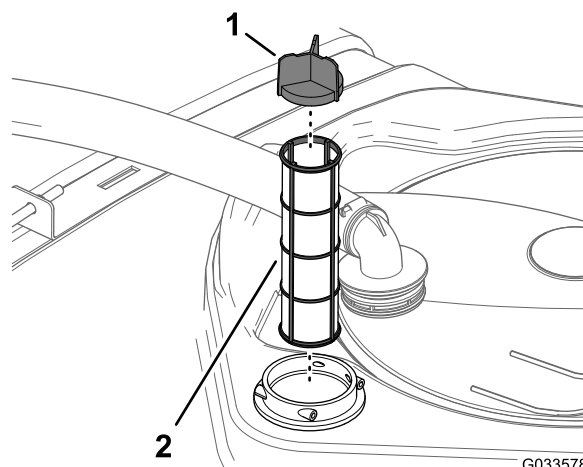

Figura 50
4. Scoateți sita de aspiraie din carcasa filtrului din rezervor (Figura 50).